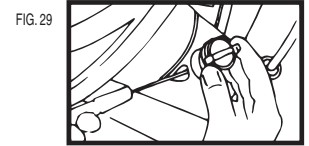

FIG. 29
1. Mettre la clé de contact à « RUN ». Au moyen d'un outil approprié inséré dans le trou d'accès, enfoncer la goupille de retenue, puis extraire le barillet de serrure de l'enveloppe de la colonne de direction (voir figure 29).